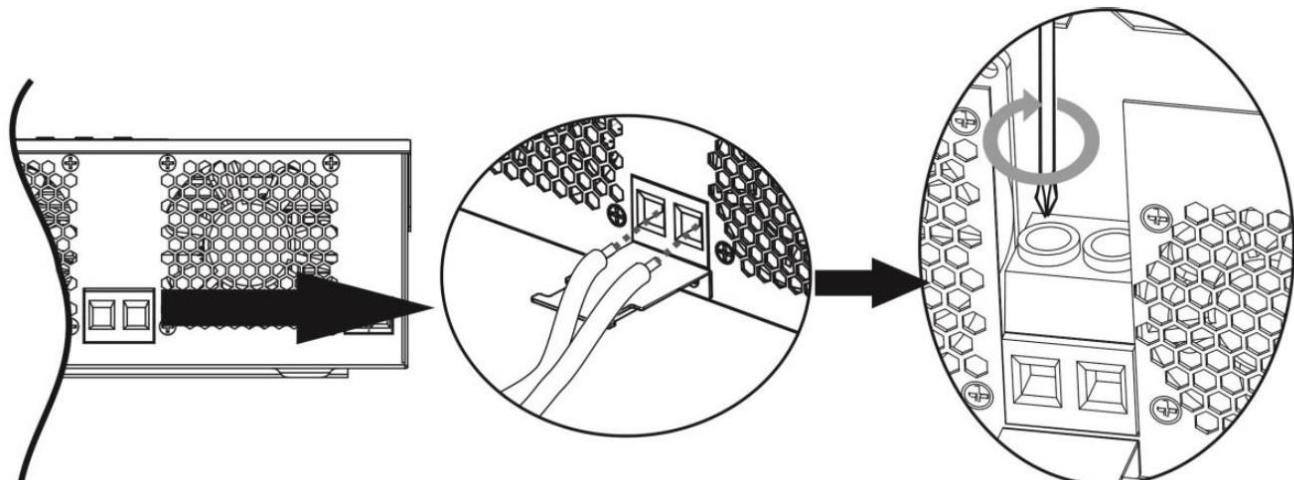

Рисунок 5.4 – Подключение проводов АКБ к инвертору.
**Шаг 3.** Вставьте провода аккумуляторной батареи в разъем для батареи инвертора (Рисунок 5.4). Затяните гайки с моментом 2-3 Нм. Убедитесь, что полярность подключения аккумуляторной батареи и инвертора/зарядного устройства правильная.